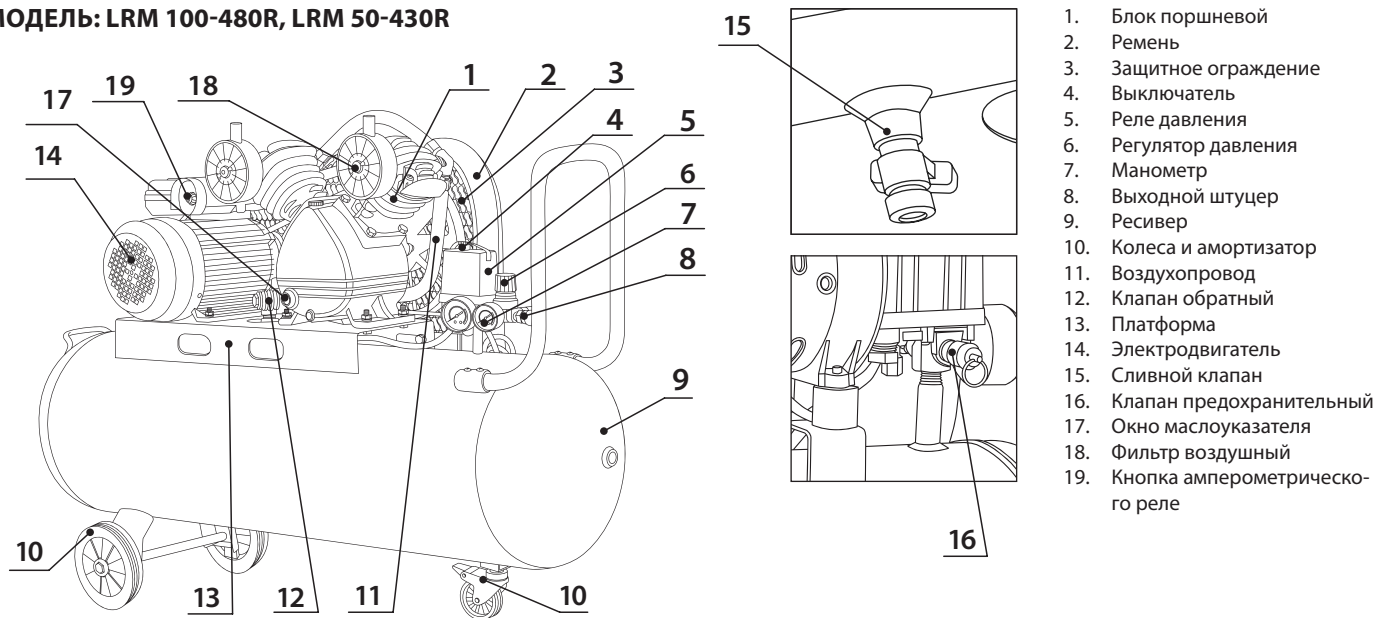

Рис. 1
**Однофазный асинхронный двигатель** приводит в действие ремённой передачей поршни двухцилиндрового компрессора. Сжатый воздух из цилиндров подаётся в ресивер, где достигает максимального давления – 10 бар. Реле давления (Рис. 1, п. 5) отключает двигатель при достижении максимального давления в ресивере. К выходному штуцеру (Рис. 1, п. 8) подключается пневмоинструмент. При снижении давления в ресивере ниже диапазона рабочего давления реле давления включает двигатель компрессора.